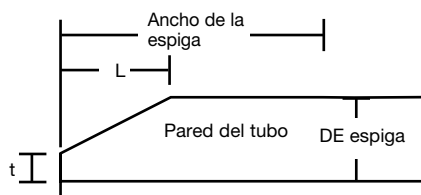

Figura 7-1 Definición de las dimensiones de la espiga y el bisel en extremos de unión
- 4 Limpie la superficie en la zona de unión, lije suavemente las zonas rugosas y bisele el extremo del tubo con una muela para facilitar el montaje (vea la **Figura 7-1**). No se requiere ningún otro tipo de rectificación.